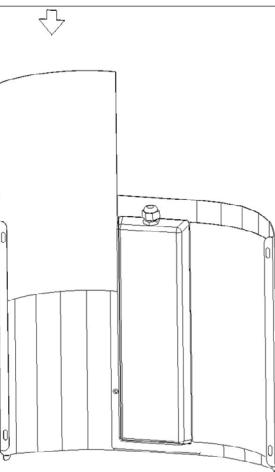

Fig.6
- Remover a película de protecção do papel colante e introduzi-lo no próprio alojamento dobrando-o levemente e evitando de grudá-lo na cobertura das lâmpadas, como mostra a Fig. 6.